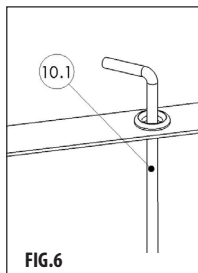
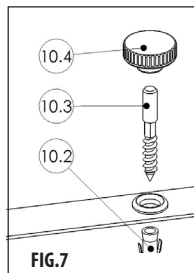

FIG. 6
FIG. 7
- 9) Un lot d'ancrage faisant partie de la livraison est destiné à fixer le cadre au sol. Ce lot inclut des éléments pour l'ancrage dans l'herbe (FIG. 6) et sur une surface pavée (FIG. 7).